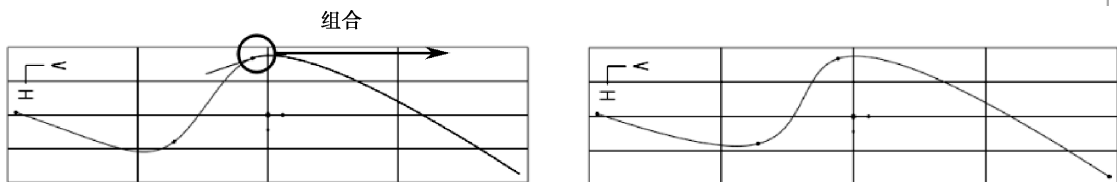

图 7-100 曲线点组合分割
④ **曲线组合**: 对于端点相接的曲线, 点选其中一条曲线, 在端点处按住鼠标右键不放, 弹出快捷菜单。选择【组合】, 两条曲线将被组合, 效果如图 7-100 所示。